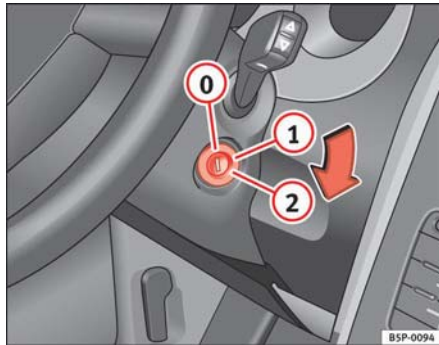

Fig. 121 Posiciones de la llave de contacto
En esta posición ⇒ **fig. 121** el encendido y el motor están desconectados pudiéndose bloquear la dirección.
- Gire la llave de contacto hasta la posición ⇒ página 135, fig. 121 ①. El testigo  se encenderá en caso de precalentamiento del motor.
- En cuanto se apague el testigo, gire la llave de encendido a la posición ② para poner en marcha el motor y no pise el acelerador.
- Gire la llave de contacto a la posición ⇒ página 135, fig. 121 ①.